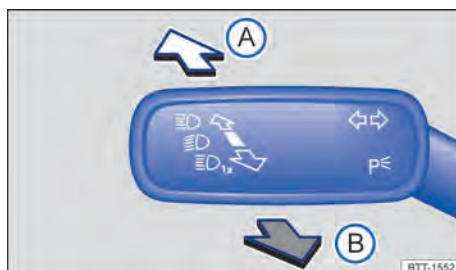

Abb. 91 An der Lenksäule links: Blinker- und Fernlichthebel.
2. Hebel aus der Mittelstellung nach vorn drücken → Abb. 91.
1. Hebel aus der Mittelstellung nach hinten ziehen → Abb. 91.
1. Hebel aus der Mittelstellung nach hinten ziehen und halten → Abb. 91.